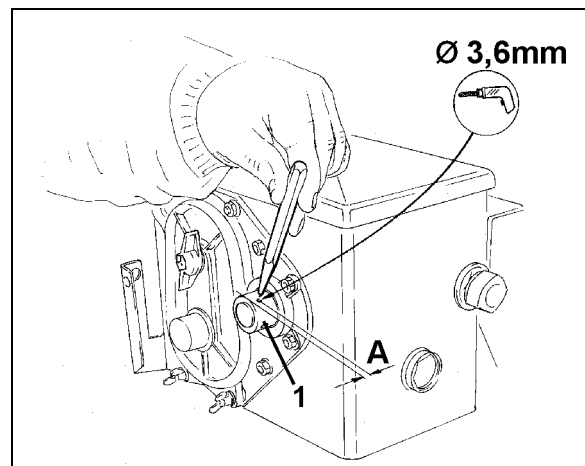

Fig. 10
3. Taladrar un orificio (\varnothing 3,6 mm) en el eje hueco del engranaje con el taladro suministrado (Fig. 10/1).
La distancia **A** (véase Fig. 10) entre el borde del eje hueco y el punto central del taladro es de 5 mm. Centrar el taladro.